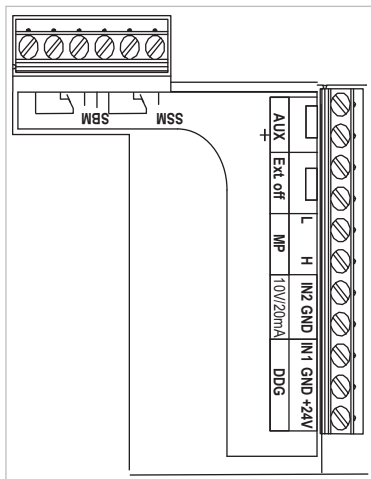

Fig. 23: Morsetti di comando
- Morsetti di comando (fig. 23)